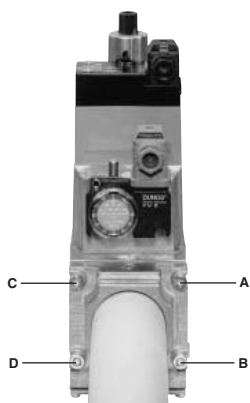
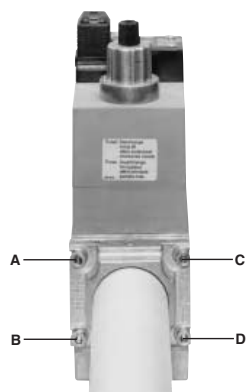

Рис. 3
Рис. 4
1. Расслабить винты А и В, но **не снимать** их (Рис. 3 и Рис. 4)
2. Отвинтить винты С и D (Рис. 3 и Рис. 4)